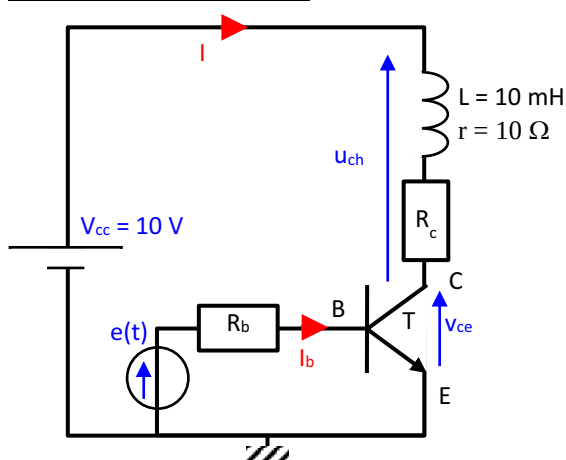

Fig. 2
- En partant du schéma Fig. 2, proposer un schéma de montage permettant de visualiser sur un oscilloscope, la caractéristique de la diode.
Dans le schéma du montage Fig. 2, on souhaite limiter le courant i_c à 20 mA lorsque le transistor est saturé.
On souhaite étudier les signaux du montage Fig. 2 sur une période. La mise en conduction du transistor est supposée instantanée.